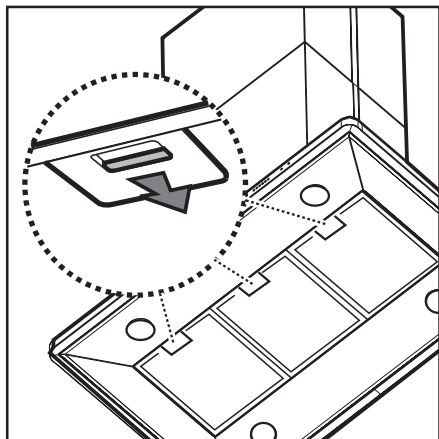

Figure 15
- Pousser chaque poignée au milieu et vers le bas (Figure 15).